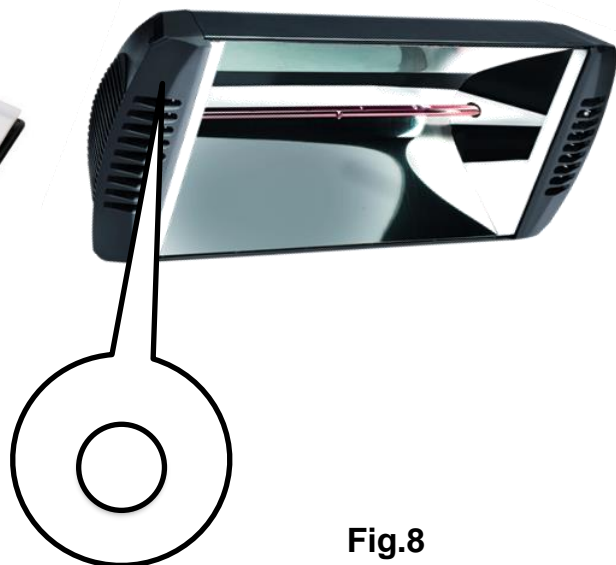

Fig.8
- El LED azul del calefactor se apagará para confirmar que se ha realizado correctamente la operación de memorización. Fig. 8